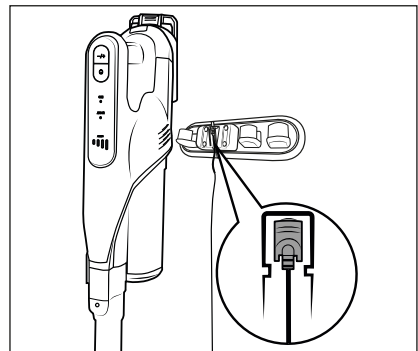

Fig. 6
- ◆ Coloque la aspiradora en el soporte mural **18** desde arriba de forma que el conector coaxial **11** se introduzca en la conexión de carga **3** de la parte inferior del aparato. Tras esto, el indicador de la batería **27** comienza a parpadear y se inicia el proceso de carga (consulte la fig. 6 y la 7).